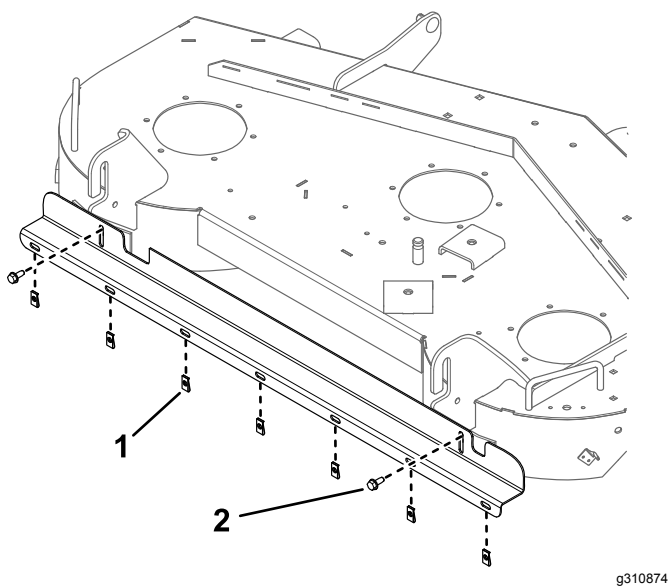

Figura 4
4. Instale el soporte en los taladros usando 2 pernos autorroscantes (Figura 4).
5. Instale 7 tuercas rápidas en los taladros abiertos del soporte (Figura 4).